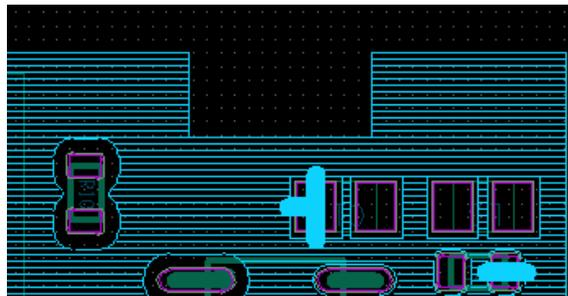

图 9-7 修改后的边界
(1) 选择 Shape|Edit boundary 命令。
(2) 打开右侧控制面板中的 Find 选项卡，选择 Shape 复选框。
(3) 单击要编辑的 Shape，选择的 Shape 高亮显示。
(4) 打开右侧控制面板中的 Options 选项卡，选择 Segment Type 选项组 Type 下拉列表框中的 Line orthogonal 选项。
(5) 单击 Shape 边界上一点，拖动绘制新的边界。注意本例选择的是直角转弯的线条，如果出线方向不符合要求，则右击后选择快捷菜单中的 Toggle 选项改变出线方向；另外线条终点也一定在边界上，绘制新的边界后系统自动根据新的边界填充 Shape。
(6) 右击 Allegro 工作区，选择快捷菜单中的 Done 选项完成操作，修改后的边界如图 9-7 所示。